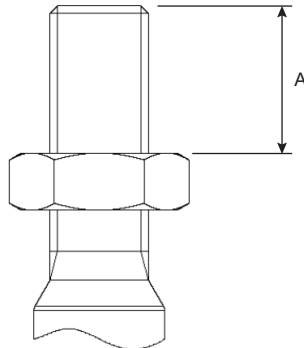

Abb. 4 Gewindeeingriff
- Stellen Sie die Kontermutter der Ventilstange auf die richtige Einschraublänge "A" (Abb. 4 und Tabellen auf den Seiten 3 und 5) für die entsprechende Ventil- und Antriebskombination ein.